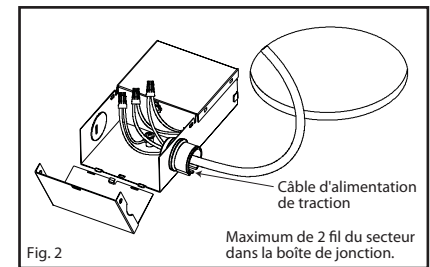

Fig. 2
3. Bring supply power into junction box through the strain relief knockout. Use the wirenuts to connect the white wire from the line feed with the white wire of the junction box. Match the black wire from the line feed with the black wire of the junction box. Match the copper wire from the line feed and with the green wire of the junction box. (Fig. 2)
3. Amener l'alimentation électrique dans la boîte de dérivation à travers la débouchure du réducteur de tension. Utiliser les marettes pour jumeler le fil blanc du secteur avec le fil blanc de la boîte de jonction. Jumeler le fil noir du secteur avec le fil noir de la boîte de jonction. Jumeler le fil de cuivre du secteur avec le fil vert de la boîte de jonction. (Fig. 2)